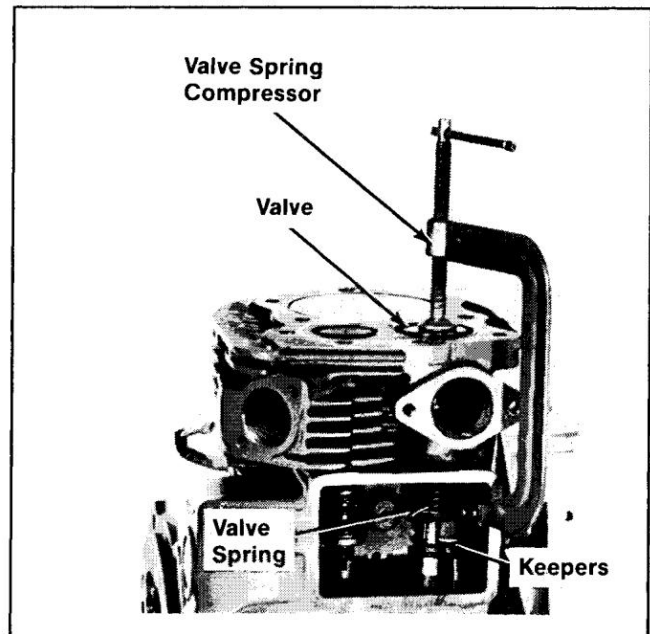

Figure 12-42. Installation de supports de valve.
- Comprimer les ressorts à l'aide d'un ressort de soupape presseur et installer des gardiens. Reportez-vous à la figure 12-42.